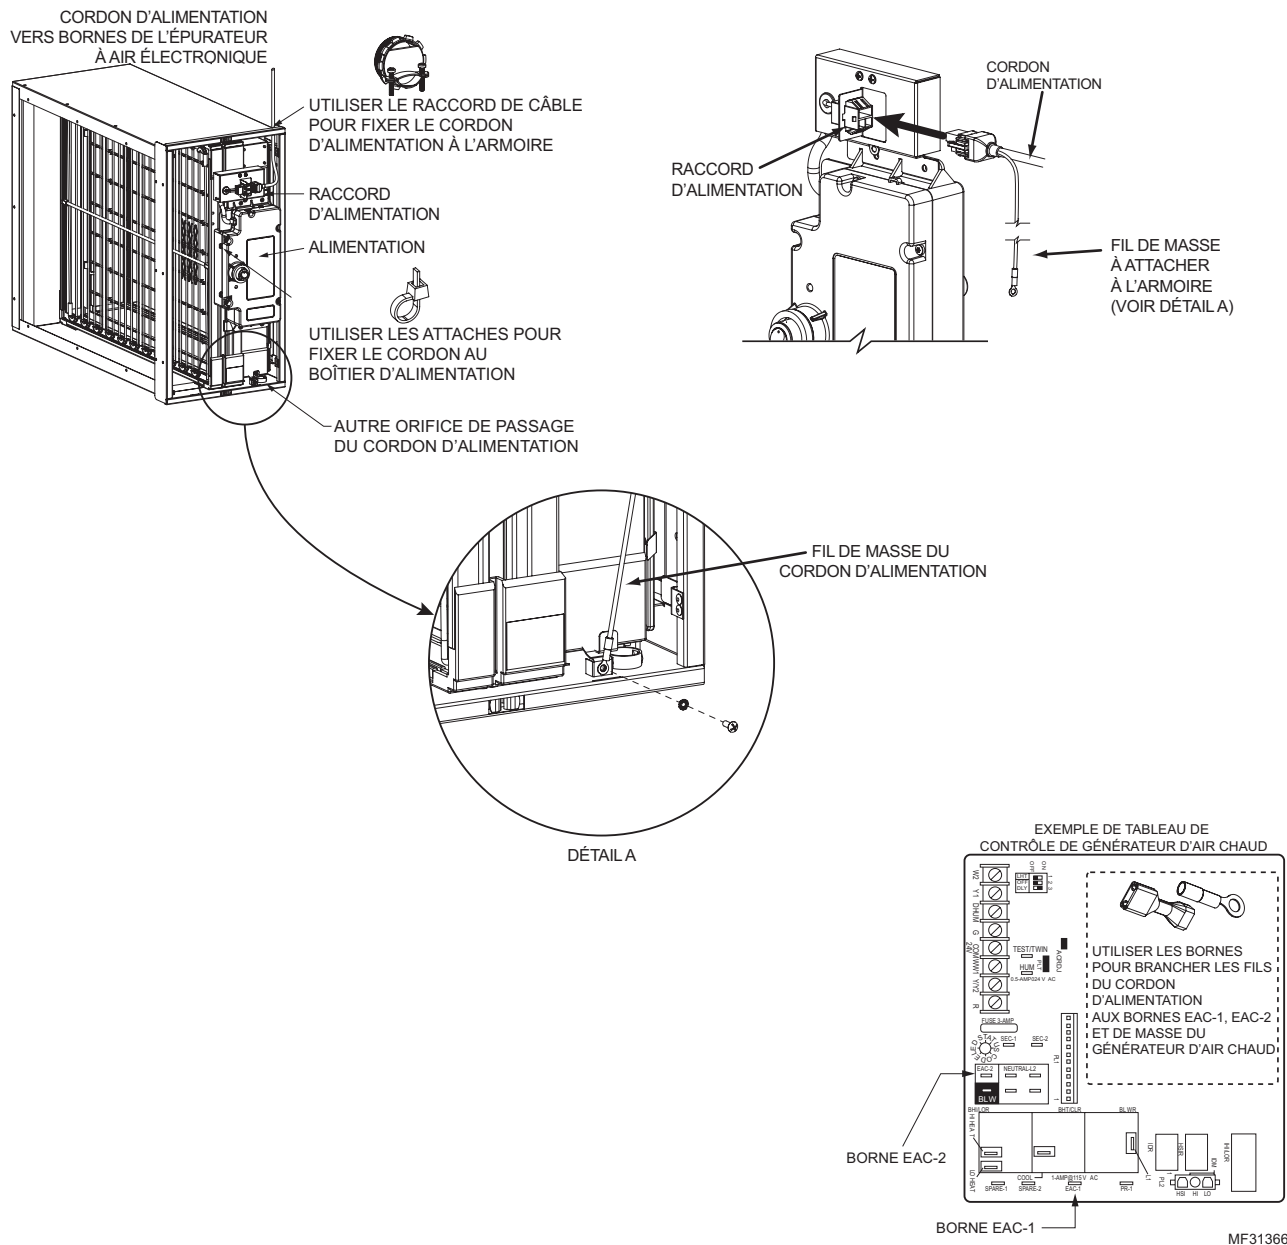

Fig. 15. Connexions électriques.
- Brancher le cordon d'alimentation au raccord d'alimentation (voir Fig. 15).
- Attacher le fil de masse du cordon d'alimentation à la borne de masse de l'armoire en utilisant la vis fournie dans la borne de masse (voir la Fig. 15).
Modèles FH8000F : Débrancher le cordon d'alimentation du module d'amélioration (voir Fig. 15 page 17).
- Modèles FH8000F** : Rebrancher le cordon d'alimentation (voir Fig. 15 page 17).